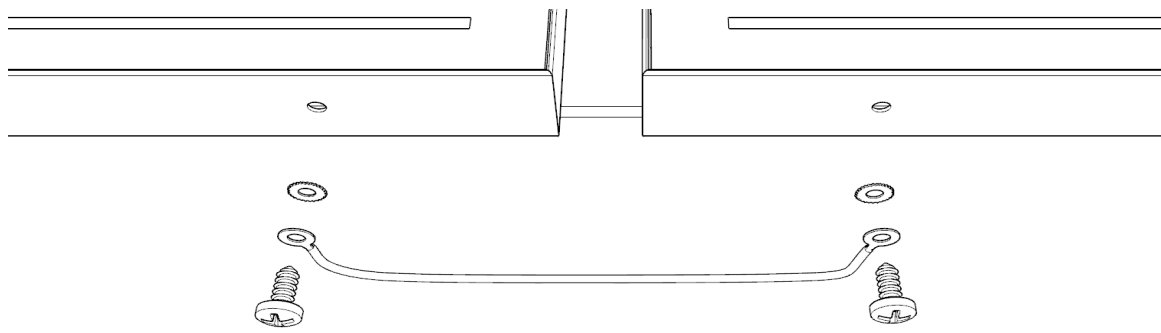
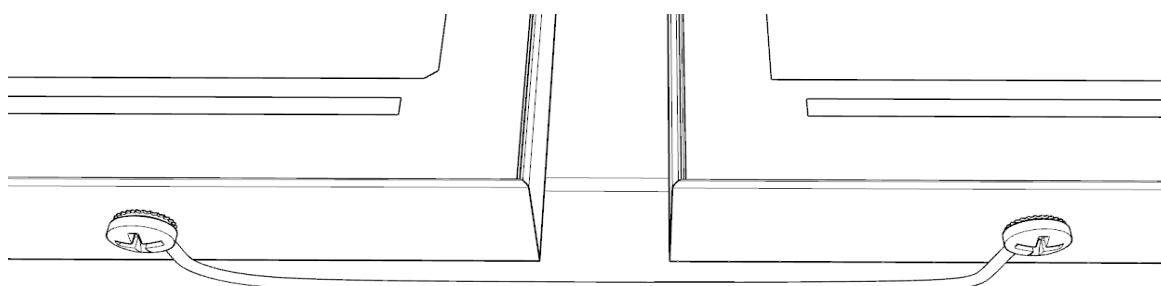
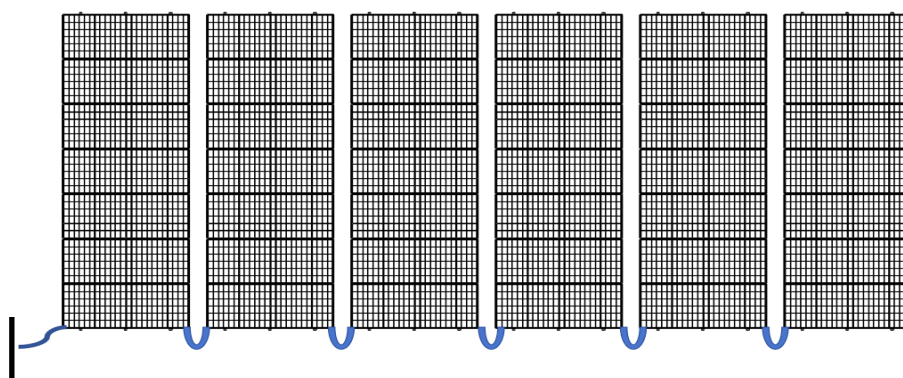

図 7-14
図 7-15
図 7-16
2) Galaxy 製品の短辺フレームのアース穴にネジとアース線を接続します (図 7-14 参照)。最後に、上下列間の接続線の取り付けについては下図を参考にしてください (図 7-15)。手順は、外歯ワッシャー、アース線、直径 $\phi 4.8\text{mm}$ 以上のセルフタッピングねじの順に取り付けてください (図 7-16)。
3) 最後に、左右列の間にアース線を取り付けます (図 7-16 参照)。すべての縦列製品の最外側フレームを接続して導電経路を形成し、総線をアースバーに接続します。アースバーは地中に埋設してください。